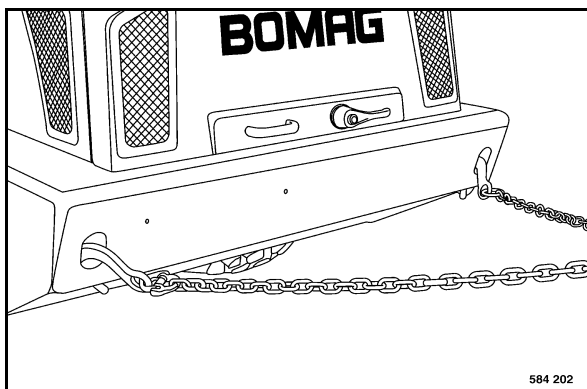

fig. 108
- Fixer les chaînes (fig. 108) ou les câbles de remorquage de manière sûre au anneaux de remorquage.